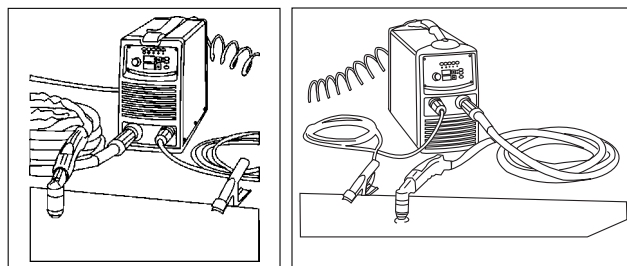

Fig. 4
3. Posicionar a pinça de terra na peça a cortar e acertar-se de que haja um bom contacto eléctrico (Fig. 4).